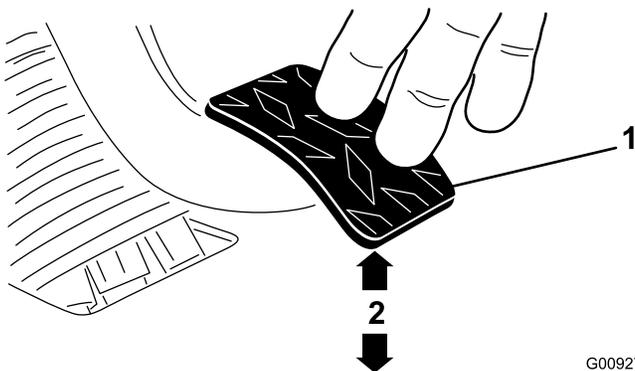

Figura 66
3. Ajuste as porcas ou as juntas até que a extremidade traseira do pedal de embraiagem esteja a $9,5 \pm 0,3$ cm da parte superior da chapa do piso, aplicando uma força de 1,8 quilos no pedal (Figura 66).